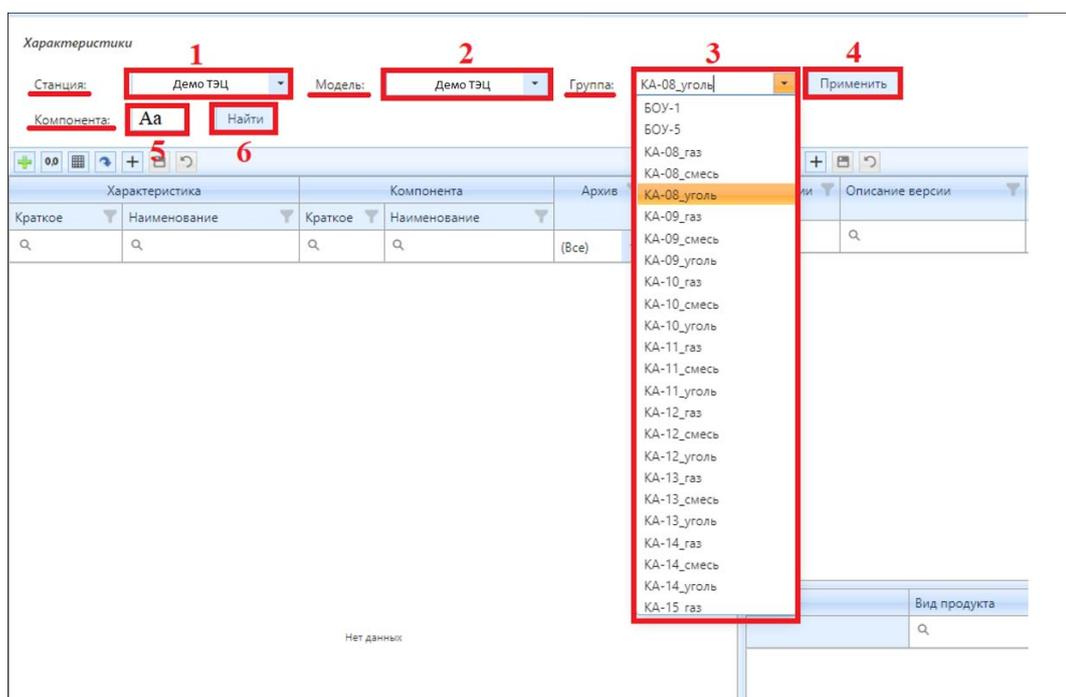

Рисунок 4.3.24 – Порядок выбора опций для создания характеристики
2. В полях с выпадающим списком выберите (рис. 4.3.24):
- станцию (1) – для записи «Станция»;
- модель (2) – для записи «Модель»;
- группу (3), к которой принадлежит компонент модели – для записи «Группа» (например: «КА-08_уголь»).
Затем нажмите на кнопку (4) «Применить» (рис. 4.3.24) для применения опций.
Строка поиска (5), соответствующее записи «Компонент», предназначено для поиска компонента по краткому наименованию (2 символа), в котором создана характеристика. Чтобы оперативно перейти к просмотру характеристики, введите вручную в поле (5) (рис. 4.3.24) краткое наименование компонента (например: «Аа»). Далее нажмите на кнопку (6) «Найти» (рис. 4.3.24) для поиска компонента, в котором была ранее добавлена характеристика. Поиск может осуществляться без выбора группы (3).